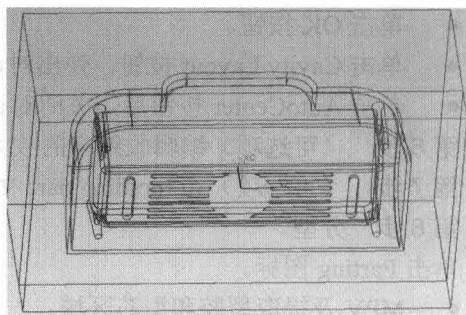

图 0-6
- 选择 All Regions，单击 OK 按钮，分型结果如图 0-6 所示。